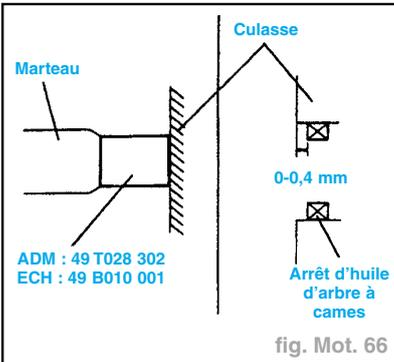

fig. Mot. 66
- Reposer les arrêts d'huile correctement en tapotant à l'aide de l'outil spécial et d'un marteau (fig. Mot. 66).